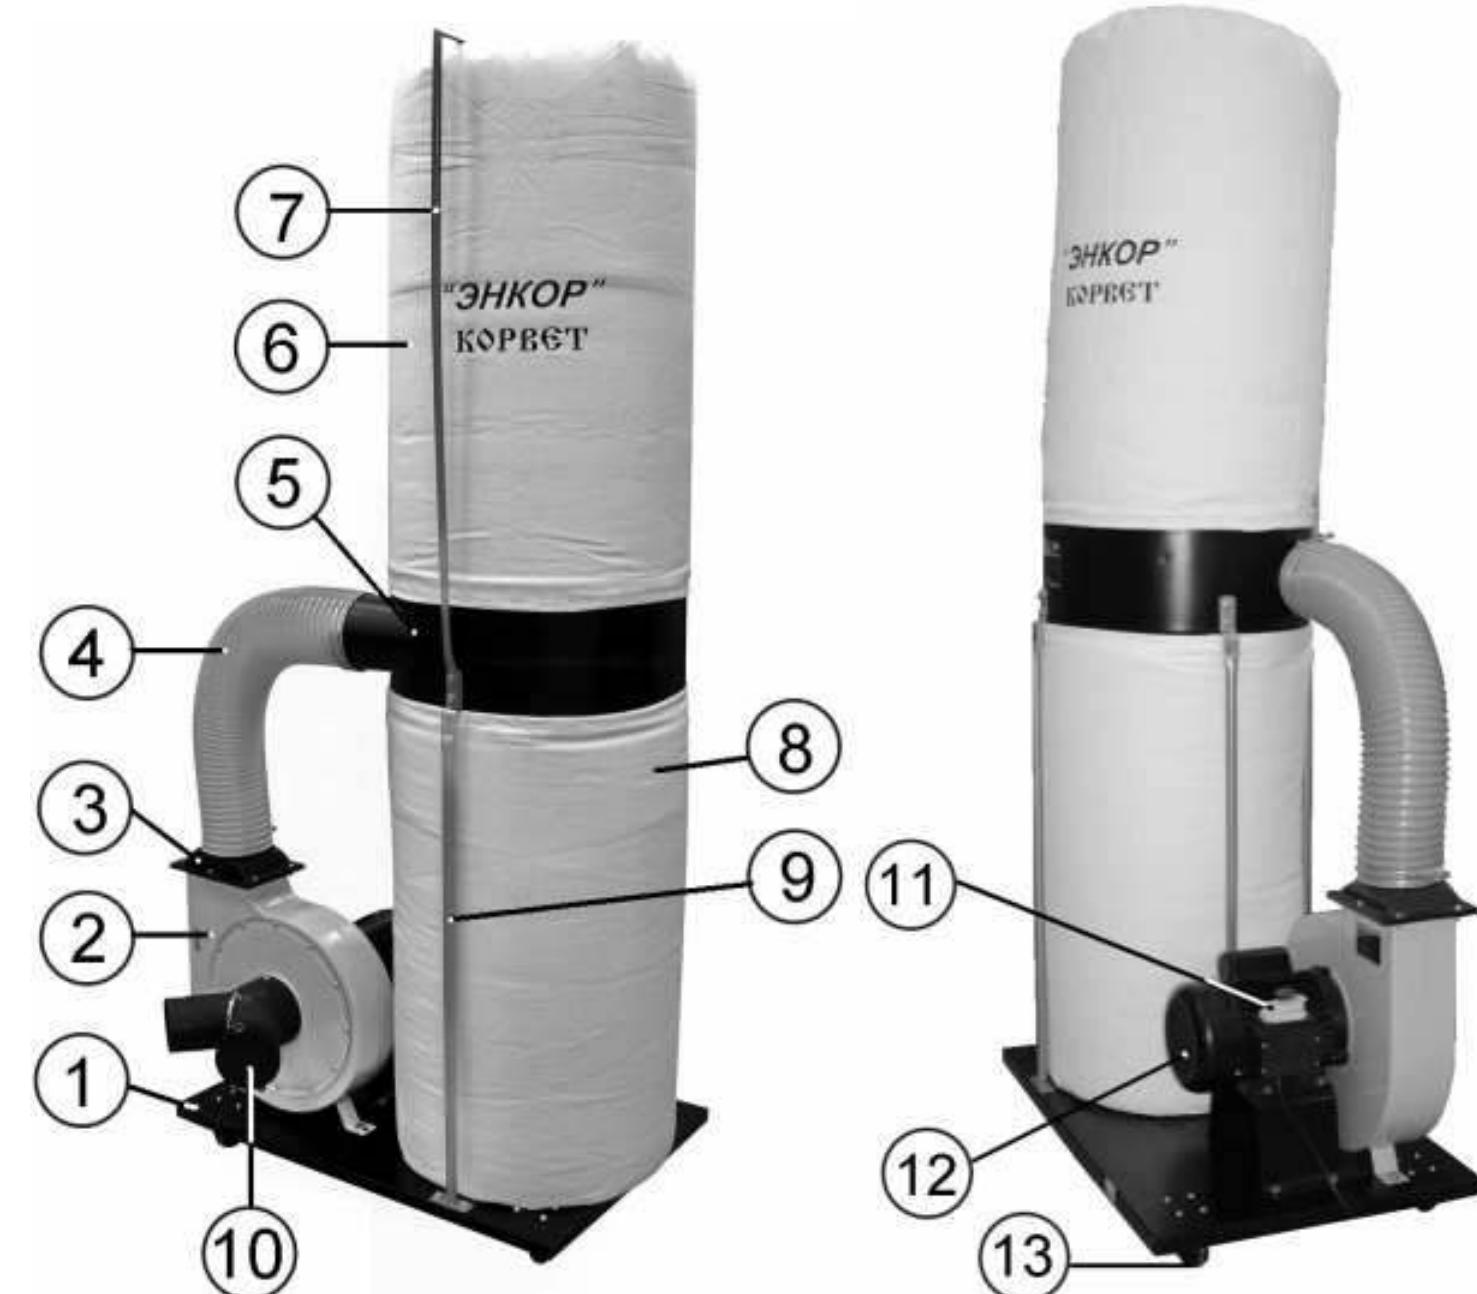

Рис.2.
## 6. УСТРОЙСТВО ПЫЛЕСОСА (Рис.2)
- 8.8. Закрепите винтом входной переходник (10) на входном патрубке корпуса вентилятора (2), Рис.2.